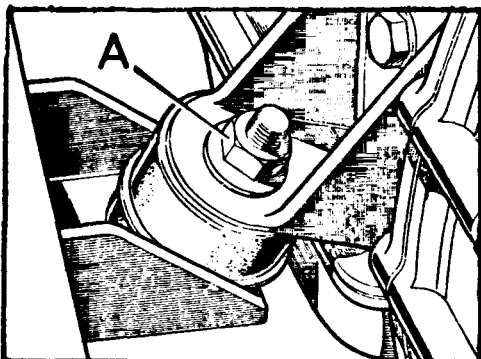

Fig. A1-9 Desmontaje de las tuercas que fijan el motor a sus tacos de apoyo
1.6. Desmontar las tuercas superiores, A (Fig. A1-9), que fijan el motor a los tacos de apoyo (L/I y L/D).